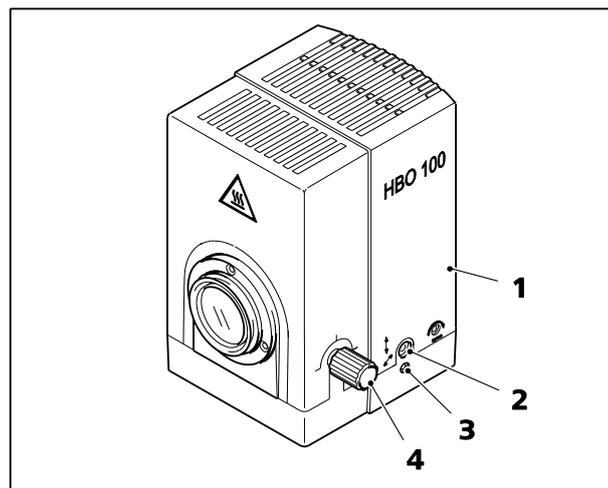

Fig. 55 Réglage du dispositif d'éclairage HBO 100
Deux versions (réglage manuel et automatique) du dispositif d'éclairage HBO 100 (Fig. 55/1) sont disponibles.
- Mettre au point le collecteur à l'aide du bouton moleté (Fig. 55/4) pour s'assurer que l'arc le plus lumineux est nettement centré.
- Utiliser le tournevis à tête sphérique de 3 mm et les vis de réglage pour procéder au réglage de la hauteur (Fig. 55/2) et au réglage latéral (Fig. 55/3) pour positionner l'image de l'arc lumineux au plus près du centre de l'arc.